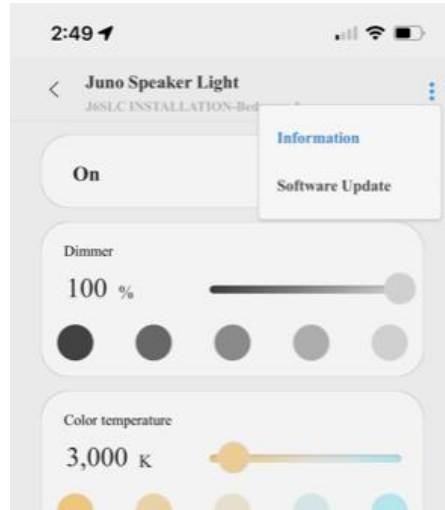

Figure 11
- Sélectionner « *Software Update* » (mise à jour du logiciel) dans le menu déroulant. (Figure 11)